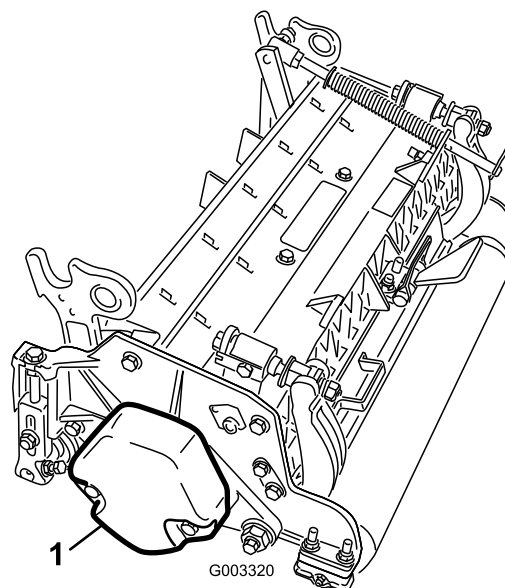

Figura 11
1. Nas unidades de corte nº 2, nº 4 e nº 6, remova os 2 parafusos que prendem o contrapeso à extremidade esquerda da unidade de corte. Remova o contrapeso (Figura 11).